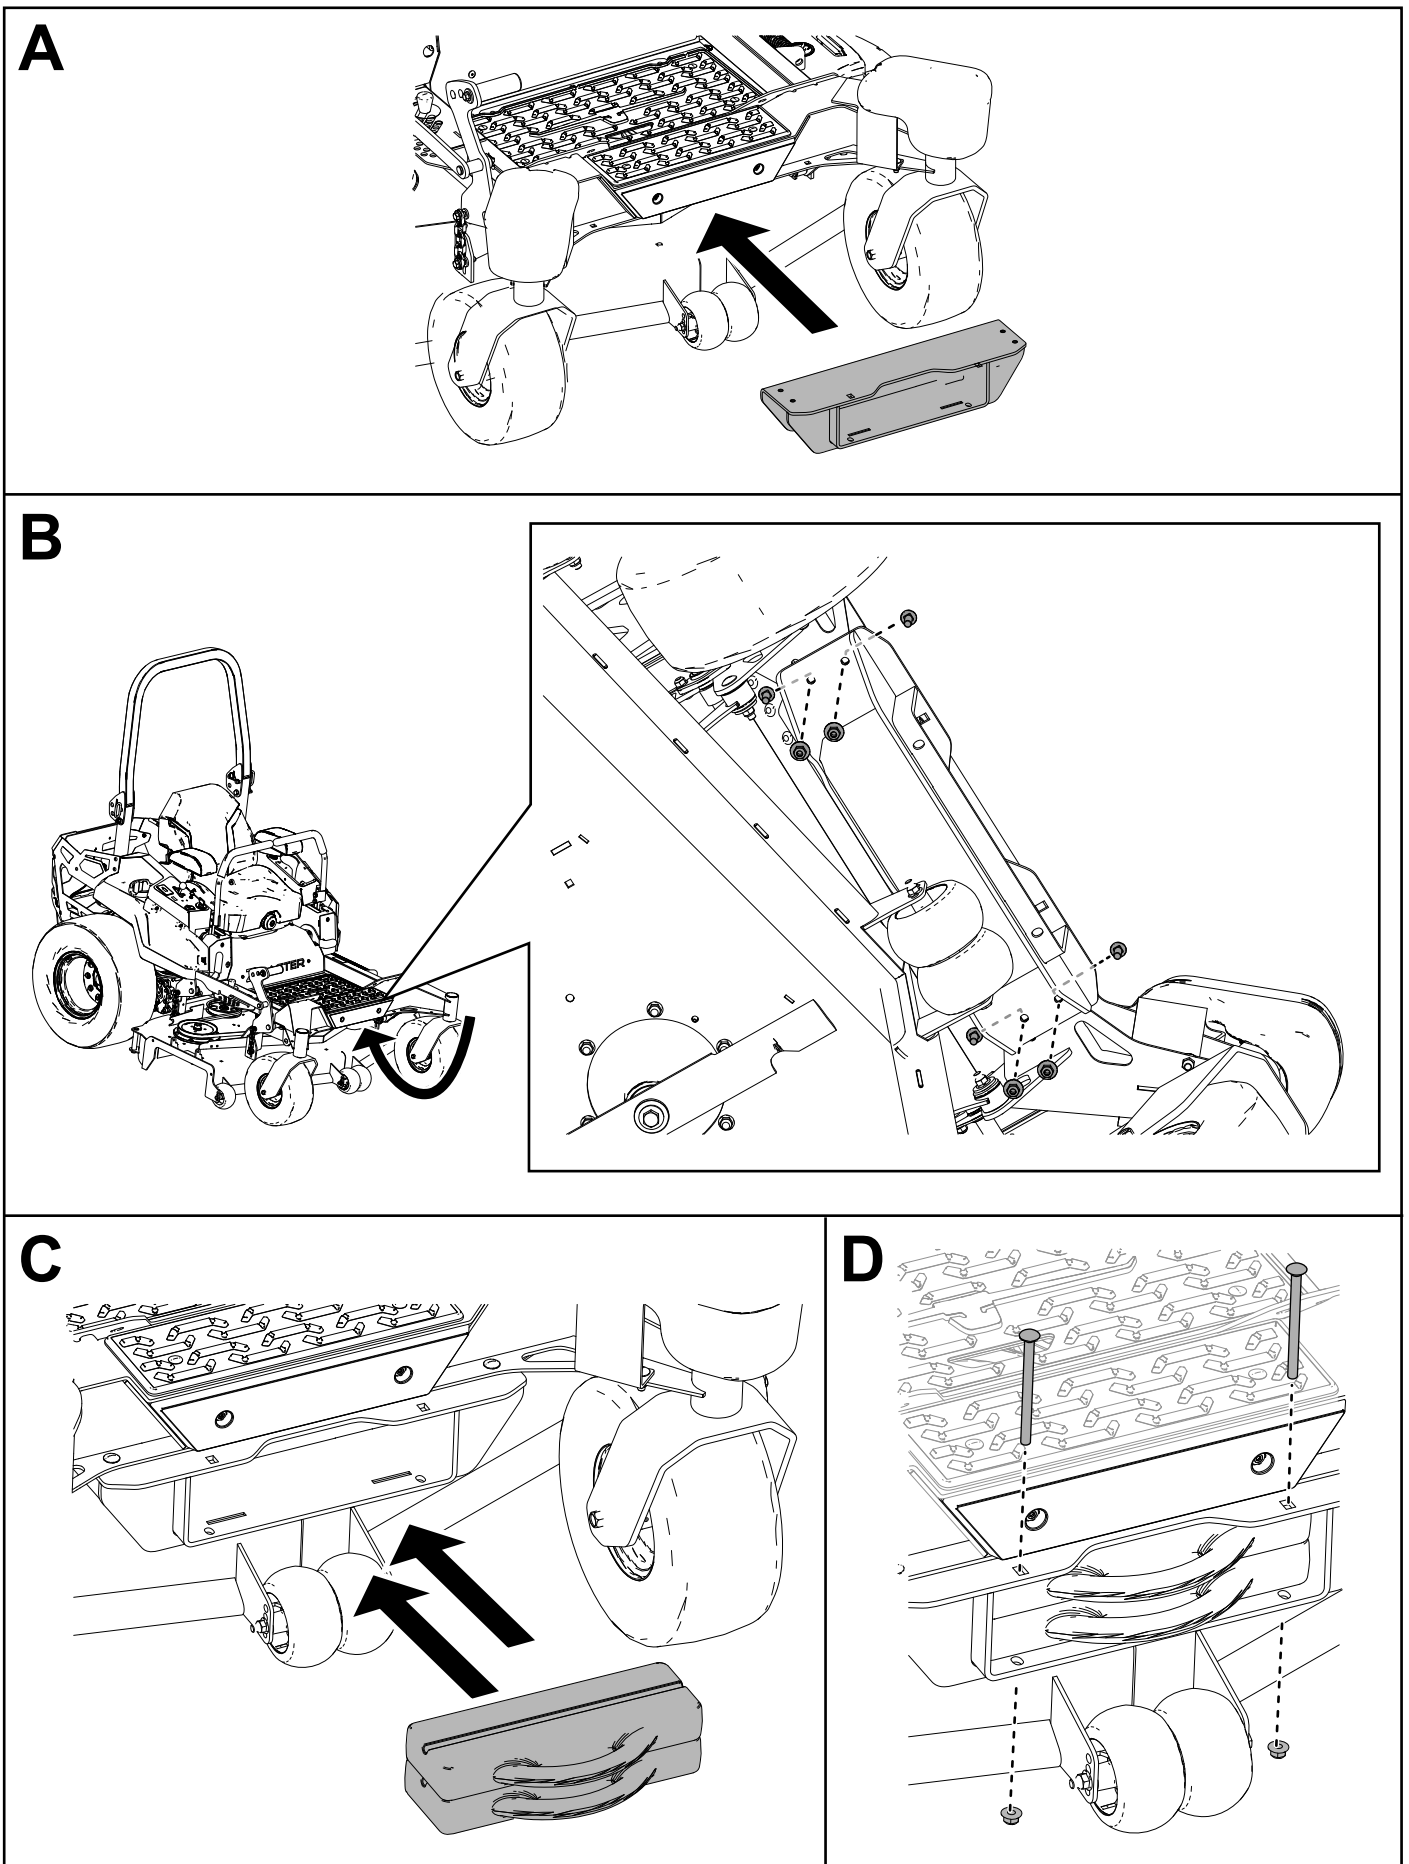

Figure 9
5. Fixez le support de la masse sur le cadre à l'aide de 4 boulons de carrosserie ($\frac{3}{8}$ x 1 po) et 4 écrous à embase ($\frac{3}{8}$ po), comme montré à la Figure 9.
6. Insérez les 2 masses à poignée dans le support et fixez-les en place avec 2 boulons de carrosserie ($\frac{3}{8}$ x 5 po) et 2 contre-écrous ($\frac{3}{8}$ po), comme montré à la Figure 9.
3. Fixez le support de la masse sur le cadre à l'aide de 4 boulons de carrosserie ($\frac{3}{8}$ x 1 po) et 4 écrous à embase ($\frac{3}{8}$ po), comme montré à la Figure 9.
4. Insérez les 2 masses à poignée dans le support et fixez-les en place avec 2 boulons de carrosserie ($\frac{3}{8}$ x 5 po) et 2 contre-écrous ($\frac{3}{8}$ po), comme montré à la Figure 9.